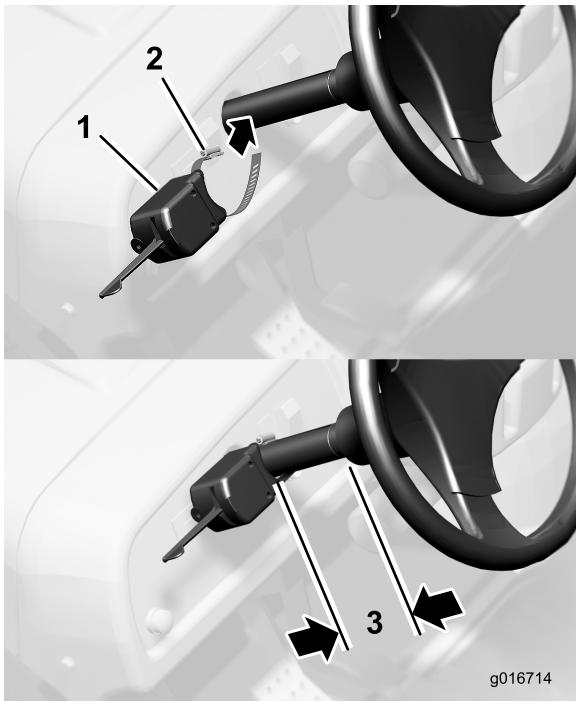

Figura 18
2. Sujete el controlador contra la columna de dirección de manera que la abrazadera quede a 6 mm aproximadamente de la gomaespuma de la columna de dirección (Figura 18).